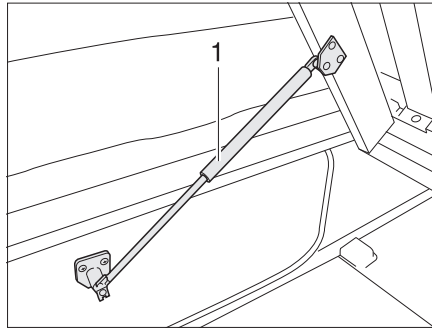

Fig. 170 Letto fisso
- Sollevare il telaio portamaterasso. Le molle a gas (Fig. 170,1) mantengono il telaio portamaterasso in posizione di apertura.